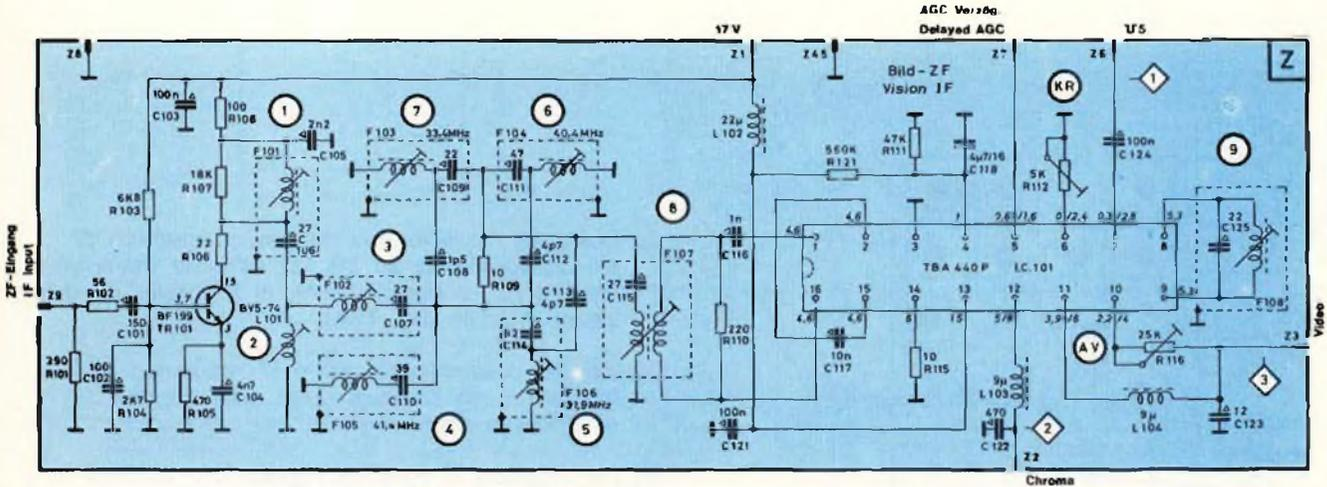

Fig. 134 - Circuiti contenuti nel modulo Z, amplificatore F.I. video.
Il selettore di canali è stato separato elettricamente dall'amplificatore F.I. del televisore grazie ad un transistor (TR 101 - BF 199) presente nel modulo dell'amplificatore F.I. video (fig. 134). Pertanto, nel caso si dovesse sostituire il selettore, non occorrerà ritarare anche l'amplificatore F.I. video ma effettuare soltanto il controllo della curva di risposta del selettore. Ciò potrà essere fatto più semplicemente controllando direttamente la curva di risposta totale selettore + amplificatore F.I., supponendo ovviamente che quest'ultimo sia stato previamente correttamente tarato. In altre parole, possiamo dire che, in questa maniera, la curva di risposta del selettore viene controllata indirettamente sulla curva di risposta della F.I.
- 2) Si attenerà il circuito accordato (9) collegato tra i piedini 8/9 del c.i. TBA 440 mediante un resistore da 82  $\Omega$  (fig. 134).
- 5) Il segnale F.I. del vobulatore verrà applicato tramite una sonda (fig. 129) sul punto di misura (MP) del selettore (fig. 130) mentre la sonda dell'oscilloscopio verrà applicata, tramite un resistore da 10 k $\Omega$ , alla connessione Z2 (Chroma) del modulo F.I. video (fig. 134). La curva di risposta (fig. 131) dovrebbe avere un'ampiezza di circa 2 V da picco a picco.
L'amplificatore F.I. (fig. 134) ha al suo ingresso il *secondario* del filtro passa-banda ( il primario si trova sul selettore di canali). In parallelo all'ingresso si trovano inoltre le seguenti trappole:
- 1) collegare il volutatore all'ingresso dell'amplificatore F.I. e precisamente sul terminale Z9 del relativo modulo (fig. 134) tramite la rete di adattamento già usata per la taratura del selettore (vedi fig. 129).
- 2) Collegare l'oscilloscopio tramite un resistore di disaccoppiamento da 10 k $\Omega$  all'uscita dell'amplificatore F.I., e precisamente, al terminale Z2 dello stesso modulo (fig. 134)
- 3) I nuclei delle trappole (5) e (7) andranno tarati (avvitati) verso l'interno, quelli delle trappole (4) e (6) verso l'esterno.